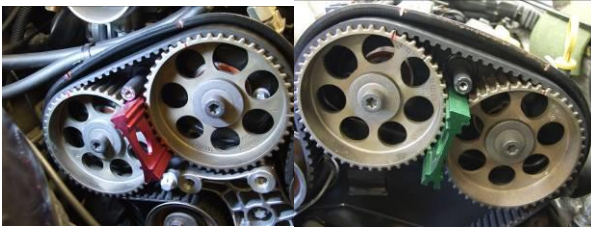

Figure 12
- Placer l'outil KM800-1 (rouge) entre les poulies d'AAC (arbre à cames) n°1 et 2, et l'outil KM800-2 (vert) entre celles d'AAC n° 3 et 4. Si le réglage des galets a bougé ou si la courroie est exagérément usée, il se peut que les outils ne rentrent pas facilement. Dans ce cas, débloquer la vis du galet de renvoi central puis celle du galet de renvoi inférieur, et faire jouer légèrement les poulies de manière à insérer les outils sans forcer. Vérifier que les repères sont tous alignés, Figure 12.